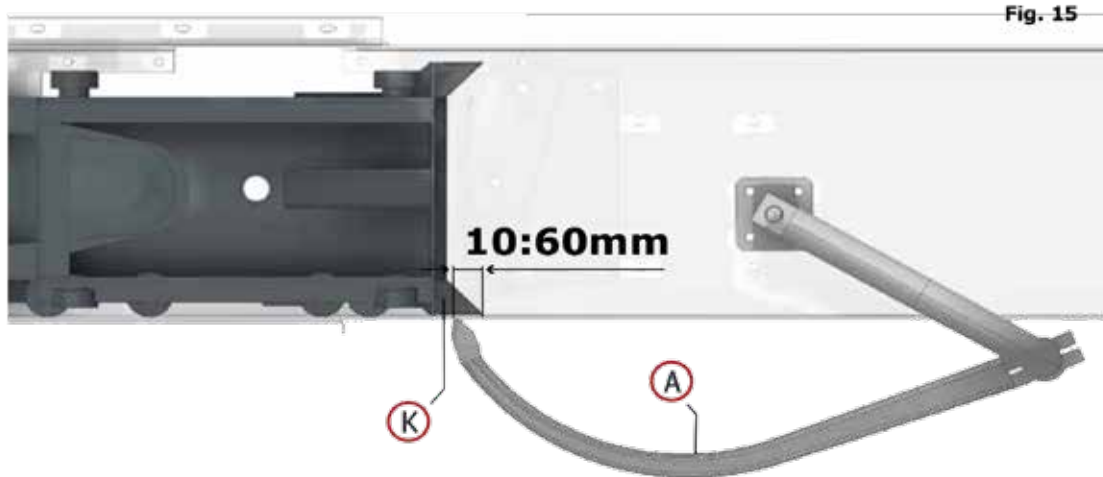

**Fig. 14**
En caso de que las marcas (A), (B) y (C) no estén claramente visibles, ajuste la marca (A) en el engrane (I) en posición de las 12:00 horas en punto (Fig. 14).